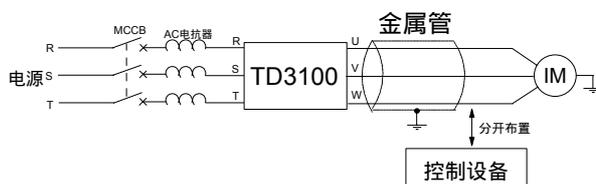

图3-12 变频器输出侧滤波器安装图
(2) 把变频器输出线U、V、W穿入接地金属管并与信号线分开布置，如图3-12所示：